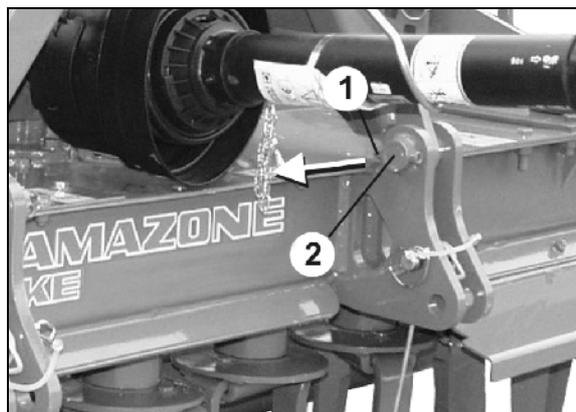

Fig. 37
1. An Anschraubpunkten für Kupplungsteile beidseitig Verschraubung (Fig. 37/1) lösen und Bolzen (Fig. 37/2) nach innen durchschlagen.